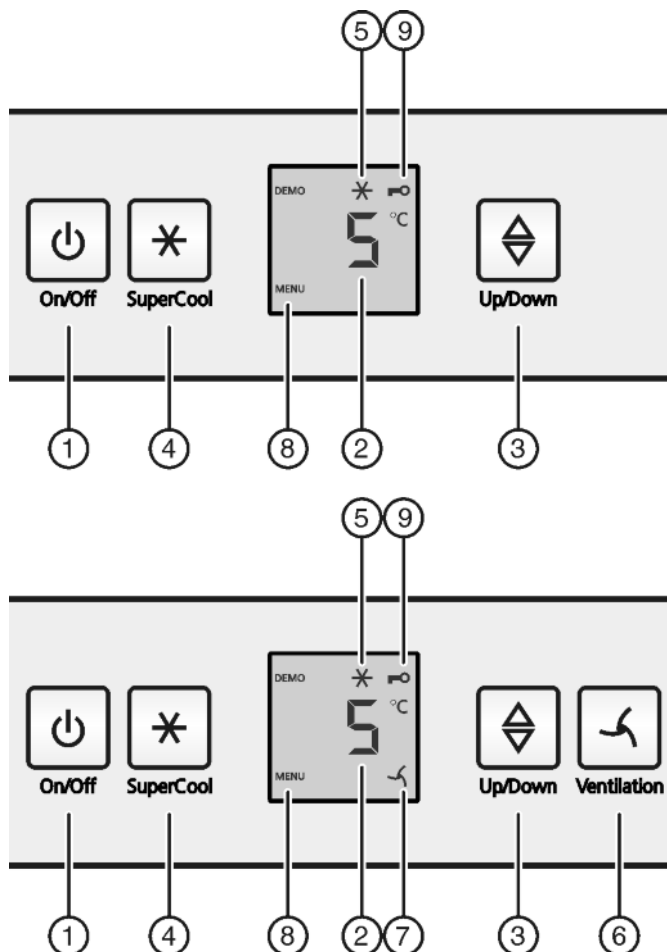

Fig. 2
- ▶ Stiskněte tlačítko On/Off *Fig. 2 (1)*.
- ▶ Stiskněte tlačítko SuperCool *Fig. 2 (4)* asi na 5 sekund.
- ▷ Na displeji se zobrazí Symbol menu *Fig. 2 (8)*.
- ▶ Potvrďte krátce tlačítkem SuperCool *Fig. 2 (4)*.
- ▷ Na displeji svítí Symbol dětské pojistky *Fig. 2 (9)*.
- ▶ Stiskněte krátce tlačítko On/Off *Fig. 2 (1)*.
- ▶ Vyvolání funkce teploty: Stiskněte seřizovací tlačítko *Fig. 2 (3)*.
- ▶ Změna teploty v krocích po 1 °C: Seřizovací tlačítko *Fig. 2 (3)* stiskněte tolikrát, až na ukazateli teploty svítí požadovaná teplota.
- ▶ Krátce stiskněte tlačítko SuperCool *Fig. 2 (4)*.
- ▷ Symbol SuperCool *Fig. 2 (5)* na ukazateli svítí.
- ▷ Symbol SuperCool *Fig. 2 (5)* na ukazateli zhasne.
- ▶ Krátce stiskněte tlačítko Ventilation Fig. 2 (6).
- ▷ Symbol Ventilation Fig. 2 (7) svítí.